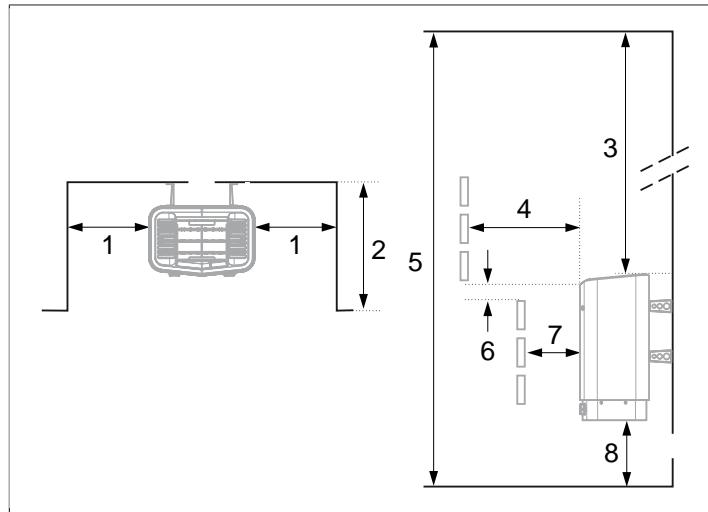

Fig 3: Placering av bastuaggreatet - nischmontage
- på samma vägg som dörren (endast i undantagsfall på sidoväggen, men då mycket nära dörrväggen). Aggregatet kan också placeras i nisch (se **Fig 3**, sidan 2).
Placera aggregatet på säkert avstånd till golv, sidovägg och inredning (se **Fig 3**, sidan 2).